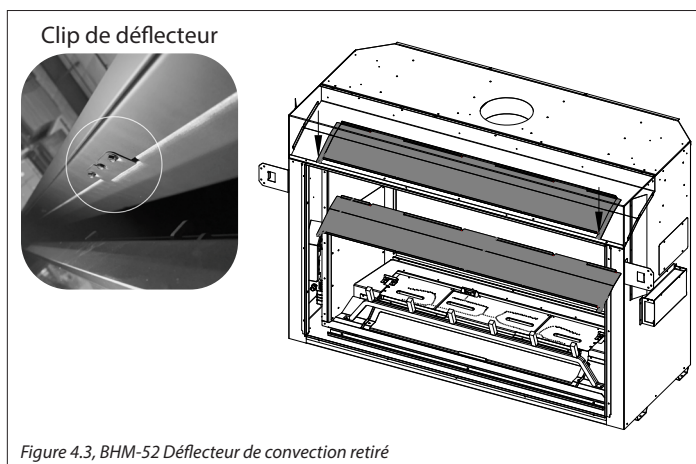

Figure 4.3, BHM-52 Déflecteur de convection retiré
BHM-52: Le déflecteur est fixé par le clip de déflecteur par (2) vis situé au centre avant, et par (2) vis juste derrière le bord supérieur de l'ouverture du foyer (voir Figure 4.3). Recyclez ce panneau si vous n'en avez plus besoin.